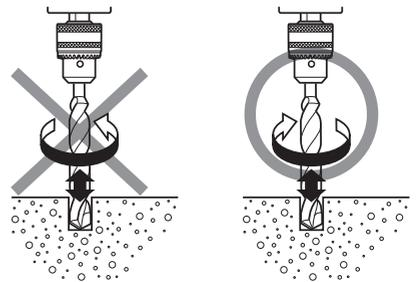

图 1
- 5. 当以冲击式模式在混凝土或类似硬质材料上钻孔时，请将旋转变速杆转到 R (右侧) 标记位置 (图 1)。